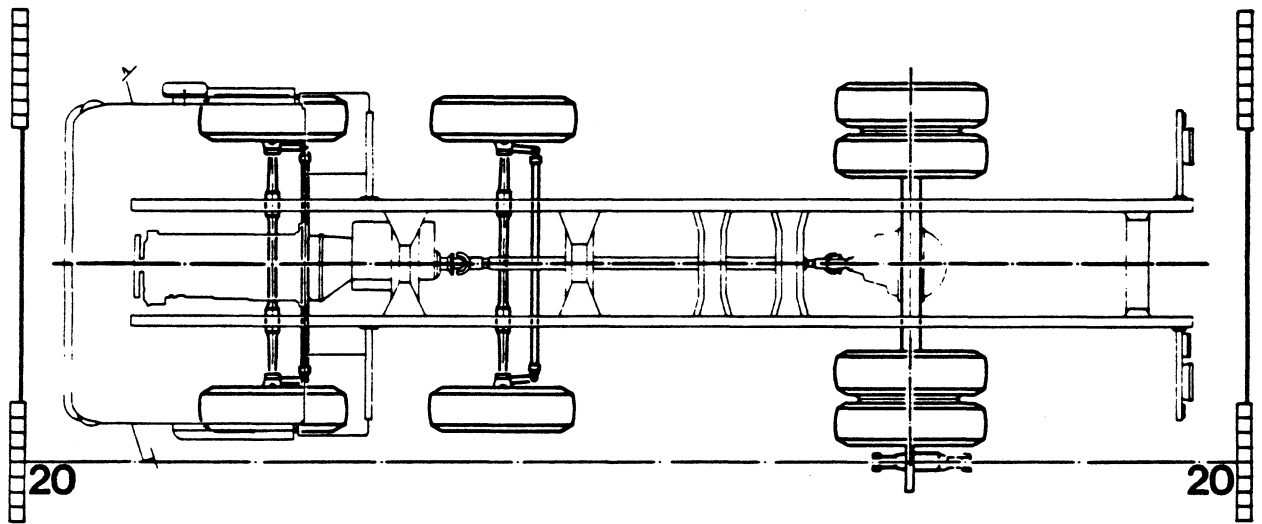

Fig. 5
6. Neem twee meetlinealen en controleer of de lengte hiervan precies gelijk is. Leg vervolgens een meetlineaal zowel voor als achter het voertuig (Fig. 5). Maak de afstand tussen de linealen zo groot mogelijk. Plaats een projector in de opspanner op de achteras en schuif de linealen zodanig t.o.v. elkaar dat de aanwijzing van de projector op de linealen gelijk is (Fig. 5).